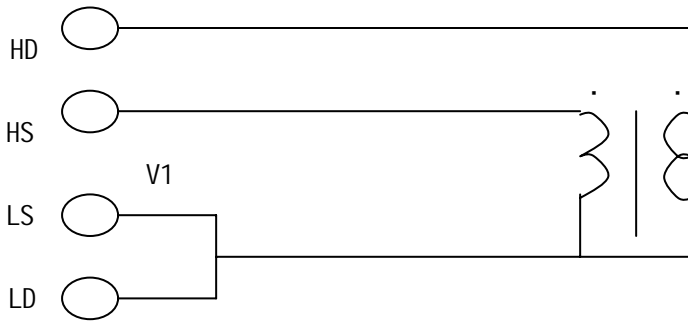

图 5-10 互感量的测量
**互感量的测量：**将变压器如图 5-10 连接，可直接测量互感量，测量时注意同名端的连接。